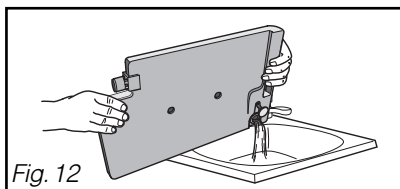

Fig. 12
Le bac de récupération doit être vidé après chaque cycle de séchage (Fig. 12).
- Videz le bac (Fig. 12).